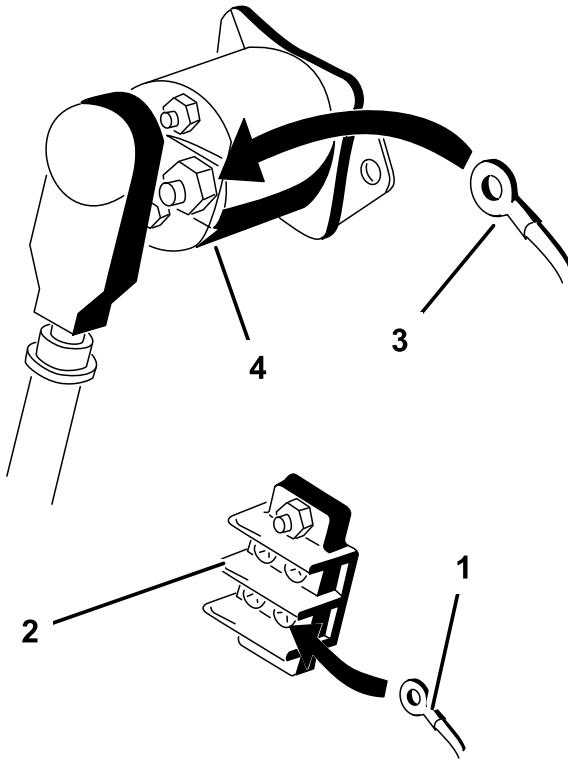

図 18
- 「ground」というラベルがついている黒いワイヤにのリングをアース用端子・ブロックに接続する（図 18）。